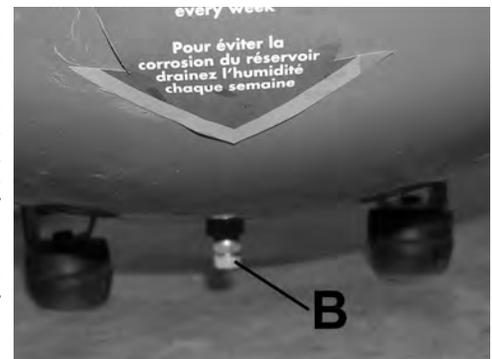

FIGURE 4
**SOUPAPE DE VIDANGER (B) FIG. 4:** La soupape de vidanger est située sous le réservoir d'air et sert à vider la condensation au terme de chaque usage.
- C. Tournez la soupape de vidange (B) Fig. 4, l'ouvrant entièrement, pour empêcher l'accumulation de pression d'air dans le réservoir.
5. Videz l'eau du réservoir. Tournez la soupape de vidange (B) Fig. 4, pour l'ouvrir.